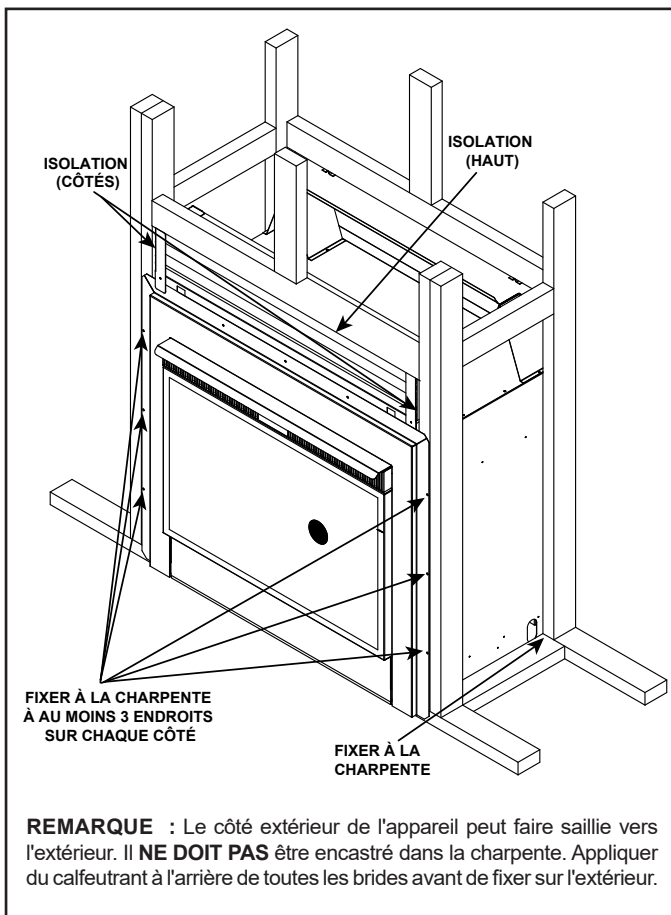

Figure 5.2 Positionnement, mise à niveau et fixation adéquate d'un appareil
- Placez le matériau d'isolation au sommet (deux pièces) et les côtés (une pièce par côté) de l'appareil, entre l'appareil et les colombages de la charpente. Consultez la figure 5.2.
Le diagramme illustre comment placer, mettre de niveau et attacher correctement l'appareil (voir figure 5.2). Les languettes à clouer permettent de fixer l'appareil aux éléments de la charpente.